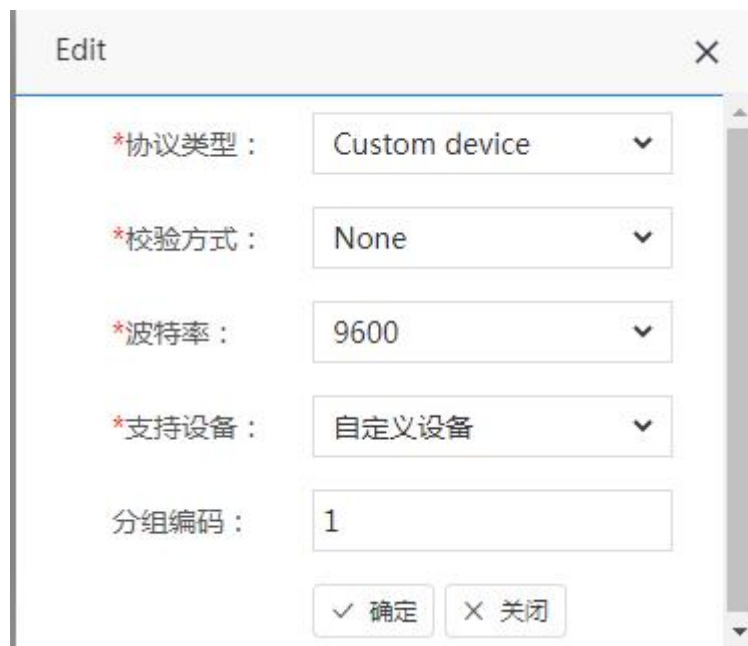

图 5.23
2. 点击图 5.22 红色框标注的【Edit】，打开图 5.23 页面